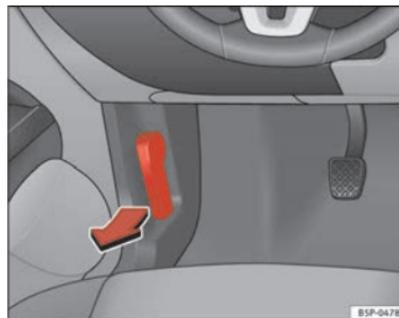

Fig. 155 Pormenor da zona dos pés do lado do condutor: manípulo para a destrancagem do capot do motor.
- Puxar o manípulo que se encontra por baixo do painel de instrumentos ⇒ página 226, fig. 155 no sentido indicado pela seta. O capô fica destrancado pela acção da mola ⇒ .